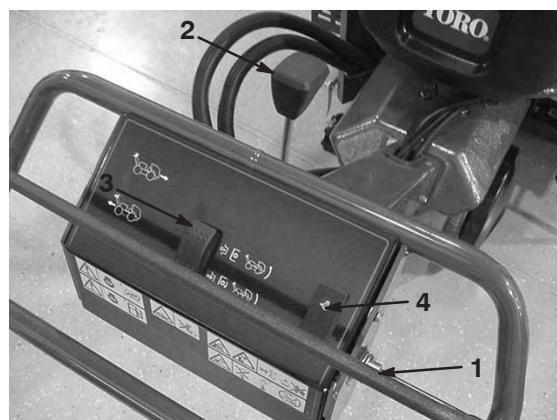

Figure 18
Pour vous déplacer en marche avant, poussez la commande de déplacement en avant. Pour vous déplacer en marche arrière, tirez la commande de déplacement en arrière (Fig. 18).
Pour serrer le frein de stationnement, rapprochez le levier du moteur. Pour desserrer le frein de stationnement, déplacez le levier en avant (Fig. 18).
Le témoin (Fig. 18) s'allume quand la pression de l'huile moteur descend au-dessous du niveau admissible. Dans ce cas, arrêtez le moteur et recherchez la cause de la baisse de pression. Effectuez les réparations nécessaires avant de remettre le moteur en marche.
**Relevage** – Appuyez sur le haut du commutateur (Fig. 18) pour relever la tête d'aération. Le moteur doit être en marche pour produire la pression de levage. Si la tête d'aération est en dessous de la hauteur de transport, reportez-vous à la section Réinitialisation du circuit de commande du système, page 26.
**Abaissement/engagement** – Appuyez sur le bas du commutateur (Fig. 18) pour abaisser et engager la tête d'aération. La commande de déplacement doit être en position avant pour activer le commutateur.